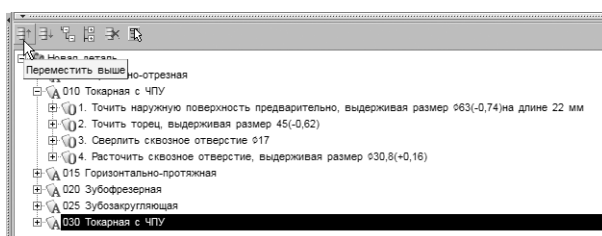
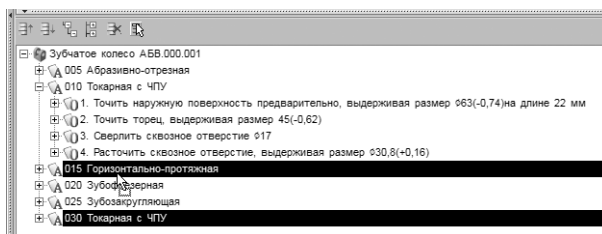

Рисунок 27
Рисунок 28
15. Переместите операцию *030 Токарная с ЧПУ* так, чтобы она располагалась сразу за операцией *010*. Для этого установите курсор на операции *030 Токарная с ЧПУ* и, последовательно нажимая на кнопку **Переместить выше** (рис. 27), переместите операцию *030* на новое место. Или, установив курсор на операции *030 Токарная с ЧПУ*, нажмите левую кнопку мыши и, не отпуская её, перетащите курсор на операцию *015 Горизонтально-протяжная* (рис. 28), после чего отпустите кнопку.